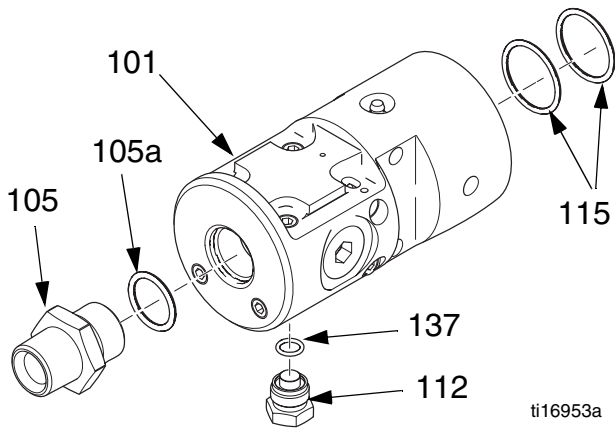

ABB. 7
8. O-Ring (119) in die Luftkappe (104) einlegen. Die Luftkappe auf das Luftgehäuse (102) aufschrauben. Mit 41 N•m (30 ft-lbs) festziehen.
9. Zwei neue O-Ringe (115) im Materialgehäuse einbauen. Eingefettet einsetzen. Siehe ABB. 7.
10. Neuen O-Ring (137) einsetzen und den Stopfen (112) wieder einsetzen.
11. Neuen O-Ring (105a) einsetzen und das Auslassfitting (105) wieder einsetzen. Mit 41 N•m (30 ft-lbs) festziehen.